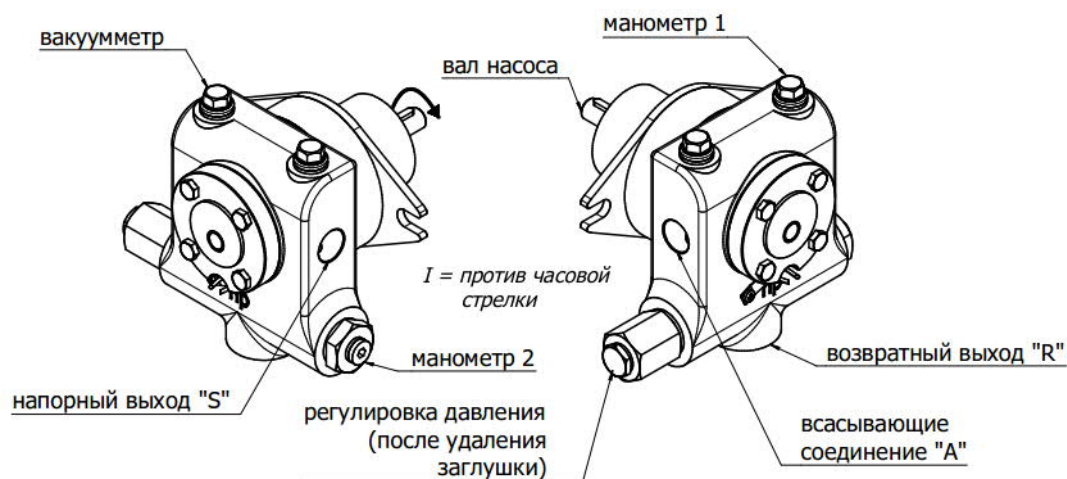

Рис. 1 Подключение насоса против часовой стрелки.
- Заполнить насос маслом через всасывающее отверстие „А“ (см. Рис. 1), затем присоединить всасывающий трубопровод.
- Для присоединения манометра удалите резьбовую пробку (см. Рис. 1). Манометр, присоединенный над отверстием „А“, показывает давление во всасывающей стороне, над отверстием „S“ -показывает давление в нагнетающей линии. При выборе манометра обратите внимание на соответствие диапазона измерения диапазону рабочего давления насоса.
- Для регулировки давления насоса удалите резьбовую пробку (см. Рис. 1).